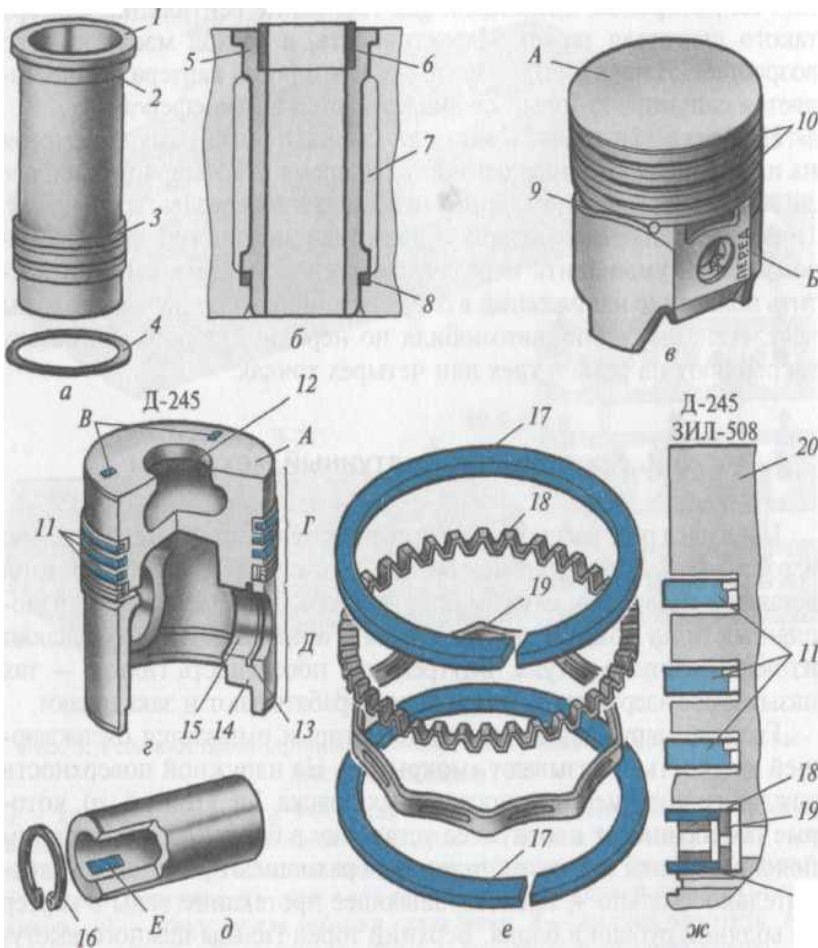

Рис. 5. Цилиндропоршневая группа:
14. В таблицу 5 внесите наименование деталей и элементов (рис.5) обозначенные позициями ...